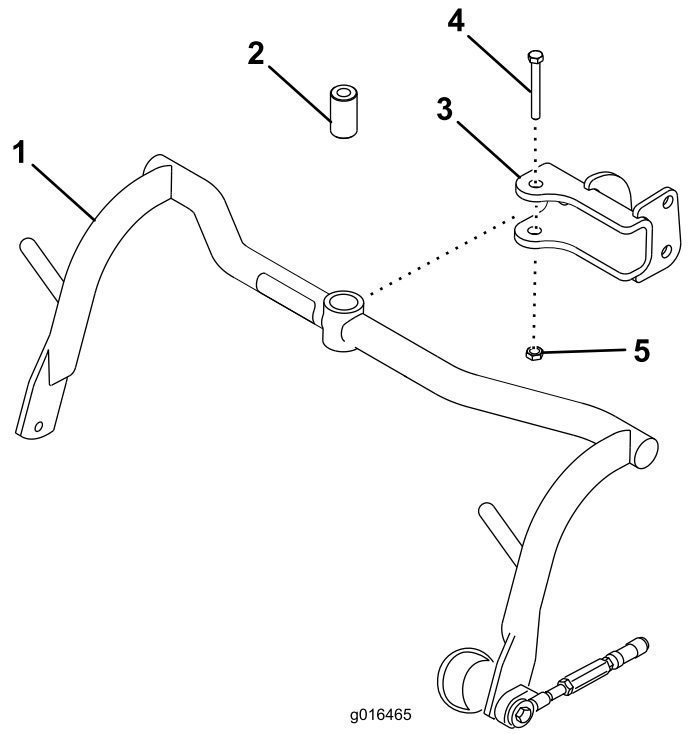

Figura 8
1. Montate un gruppo telaio portante su ogni gancio con un distanziale, un dado da 1/2 x 3-1/4 poll. e un dado di bloccaggio da 1/2 poll. (Figura 8). Serrate a 91-113 Nm.